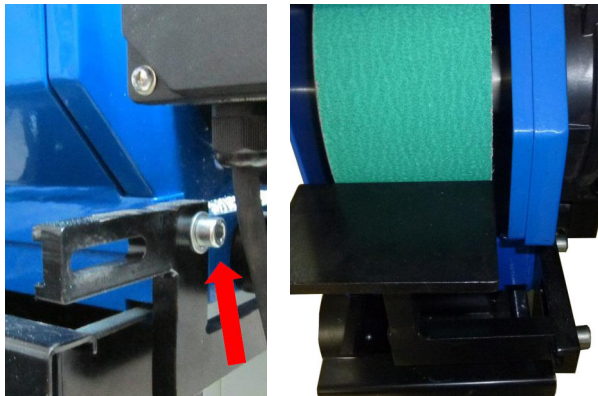

Abb. 20: Einstellen der Arbeitsfläche an der Rückseite
Schritt 4: Die Abdeckung an der Geräterückseite öffnen. Dazu die Innensechskantschraube (Abb. 20 links, Pfeil) herausdrehen und die Abdeckung nach oben aufklappen.